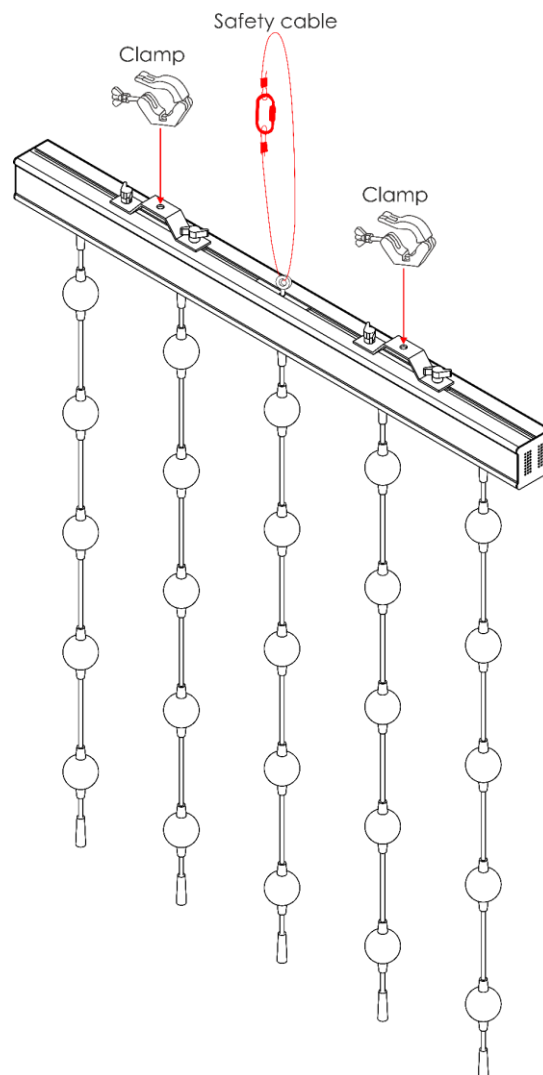

Abb. 04
- 03) Sichern Sie das Gerät mit einer Sekundäraufhängung, z. B. einem Sicherheitskabel. Stellen Sie sicher, dass die Sekundäraufhängung das 10-fache Gewicht des Geräts tragen kann. Wenn möglich, sollte die Sekundäraufhängung unabhängig von der Primärhalterung an der Tragstruktur befestigt werden. Führen Sie das Sicherheitskabel durch den **Sicherheitsring (10)** wie in Abb. 04 gezeigt.